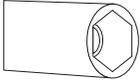

Figure 3
2. Dévissez les injecteurs à l'aide d'une clé à tube (figure 3).